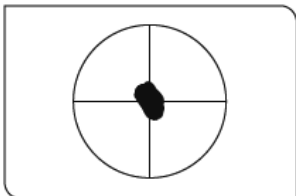

图 2-1
5. 旋转补偿器旋钮，并确认标本中心的测量区域如图 2-1 所示黑暗（参考）。如果不暗，旋转载物台-90°，并固定。